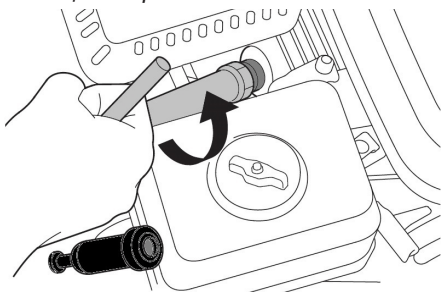

Рис. 34 Обслуживание свечи зажигания
1. Снимите со свечи зажигания колпачок высоковольтного провода и удалите грязь вокруг свечи зажигания (Рис. 34).
4. Измерьте зазор между электродами свечи зажигания специальным щупом. Зазор должен быть 0,7-0,8 мм (Рис. 34). При увеличении, или уменьшении требуемого зазора, рекомендуется заменить свечу, так как регулировка зазора может привести к изменению качества искрообразования.